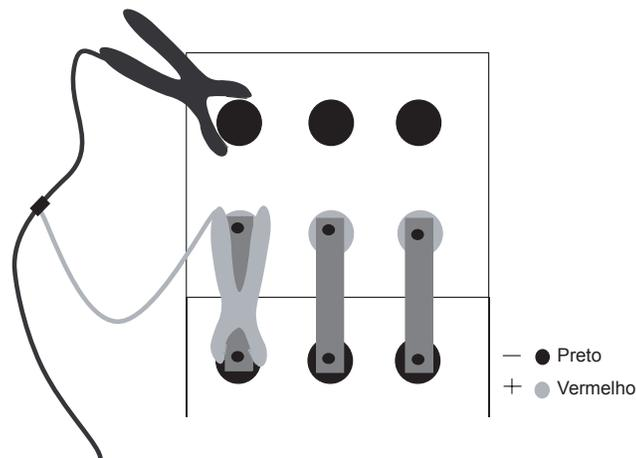

Figura 6. Acoplando o cabo a uma tira
2. Acople a garra vermelha ou a sonda à ponta da tira acima do terminal preto (–) no jar seguinte. Consulte a *Figura 6*.